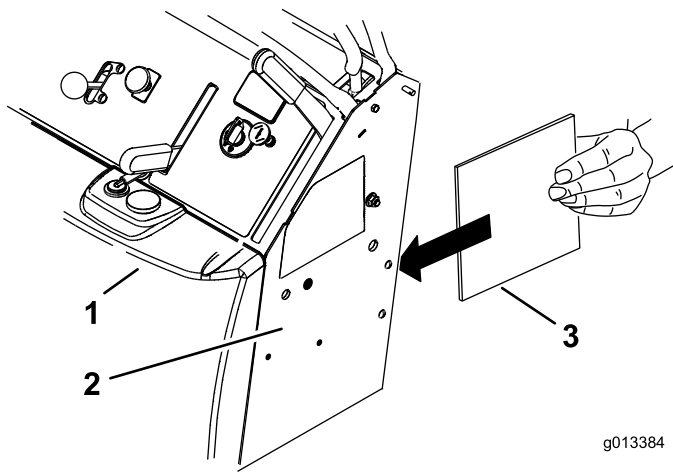

Figura 3
2. Coloque un trozo de metal entre el depósito de combustible y el lado izquierdo de la máquina. Esto impedirá que la broca perfora el depósito de combustible (Figura 3).